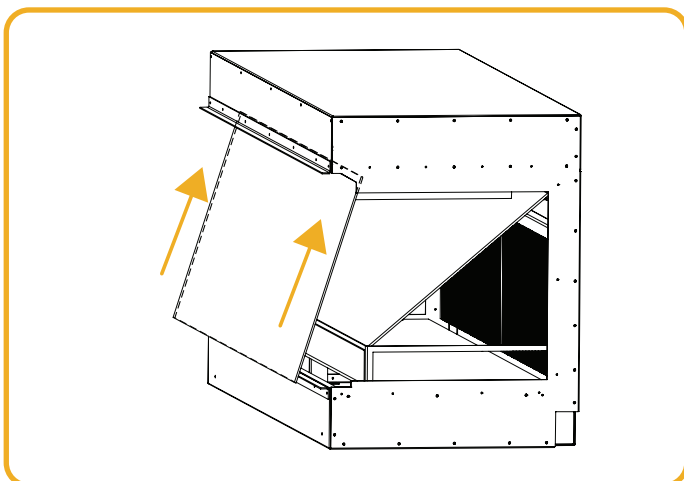
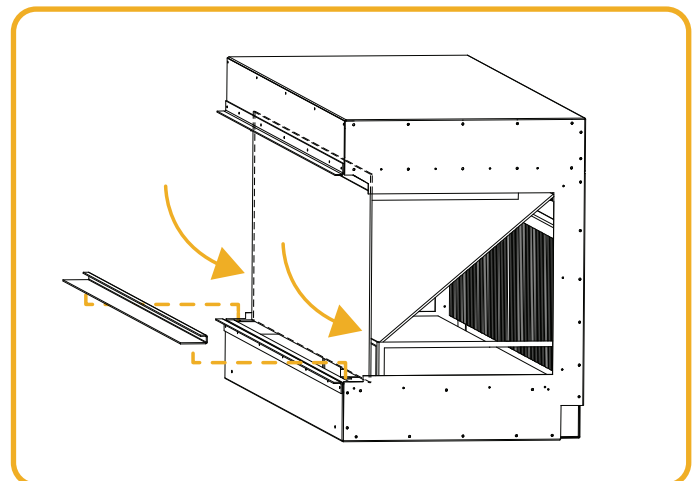

Abb. 9.4 Schritt 4
Abb. 9.5 Schritt 5
4. Frontschiebe einsetzen und mit Hilfe des Verriegelungsprofils verriegeln. Siehe Abbildung 9.4 und Abbildung 9.5.